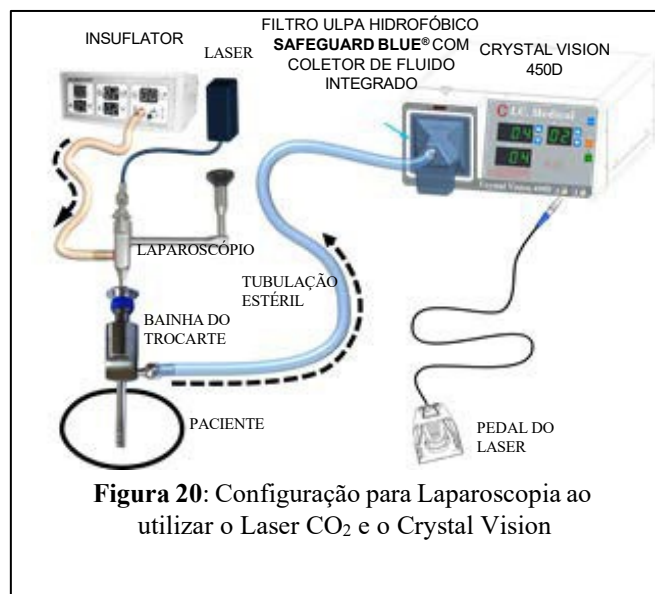

Figura 20: Configuração para Laparoscopia ao utilizar o Laser CO₂ e o Crystal Vision
2. Instale e conecte a mangueira I/A ao Crystal Vision em uma extremidade e ao CANULA (TROCARTE) na outra extremidade. Consulte a Figura 20.